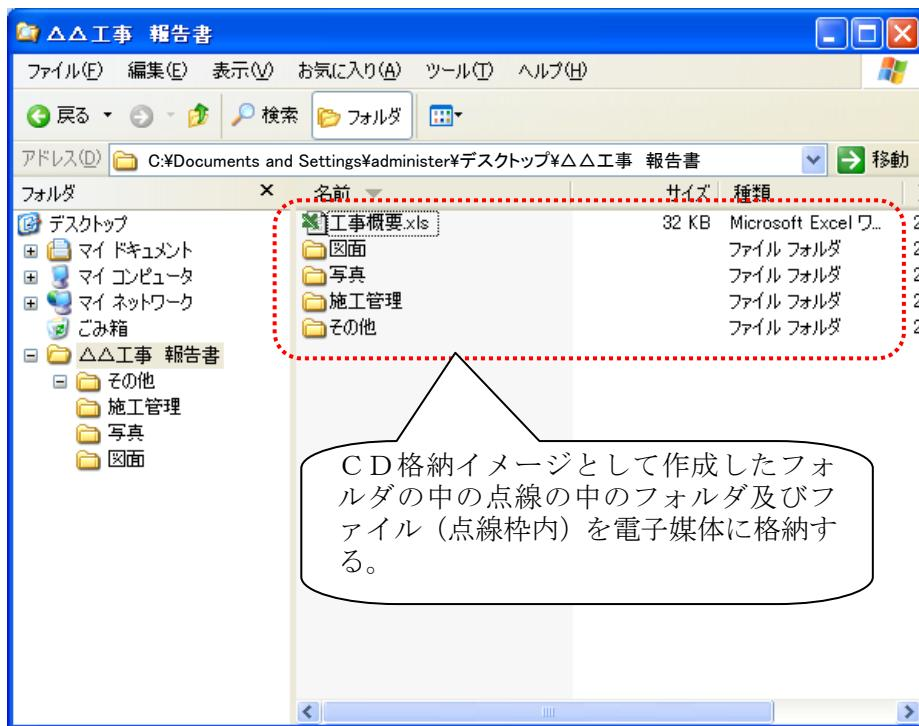

図 2-13 電子成果品のCD格納イメージ（パソコンの画面例）
- パソコンのハードディスク等に新たにフォルダを作成し、「2.5 電子成果品の作成」に従って作成した「工事概要」「図面」「写真」「施工管理」「その他」等のファイル及びフォルダを格納する。(図 2-13 参照)